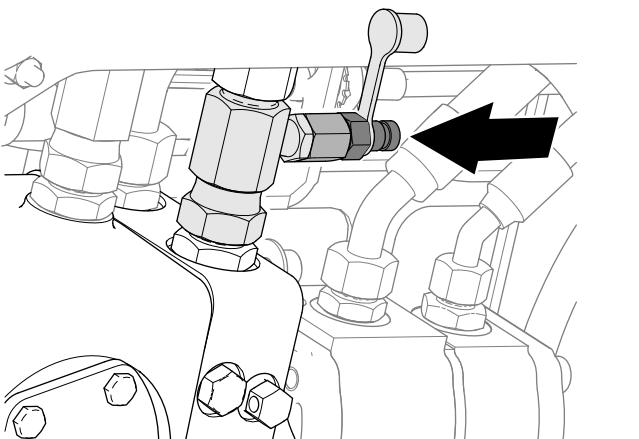

Bild 17
- Montieren Sie auf der rechten Seite der Traktionspumpe das Prüfgerät auf den Schnelltrennanschluss (Bild 17).